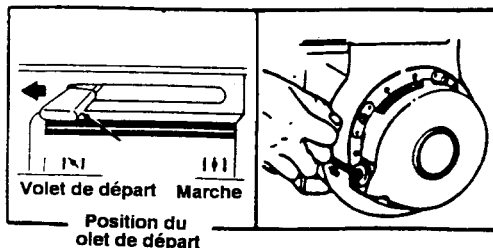

FIGURE 17
3. Déplacez la manette du volet de départ à la position «CHOKE» (Volet fermé). Voir la figure 17.